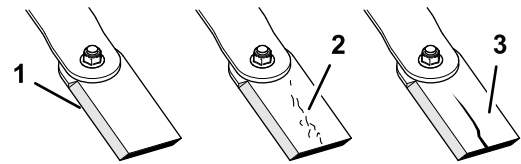

Bild 34
1. Untersuchen Sie die Schnittkanten (Bild 34).
4. Wenn Sie Rissbildung oder Verschleiß feststellen, sollten Sie sofort ein neues Schnittmesser einbauen (Bild 34).